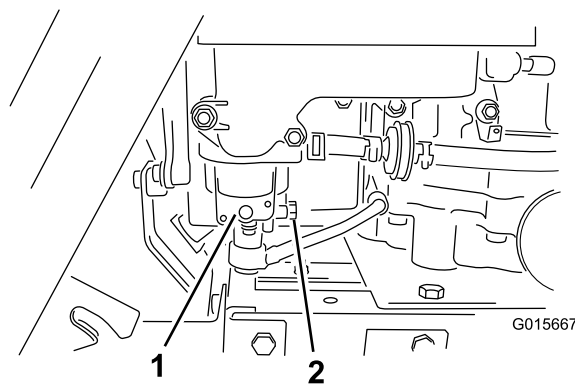

Figura 26
- Abra el capó y localice el carburador debajo del limpiador de aire (Figura 26).
Nota: El tapón de la cámara de flotación del carburador está orientado hacia la parte trasera de la máquina (Figura 26).